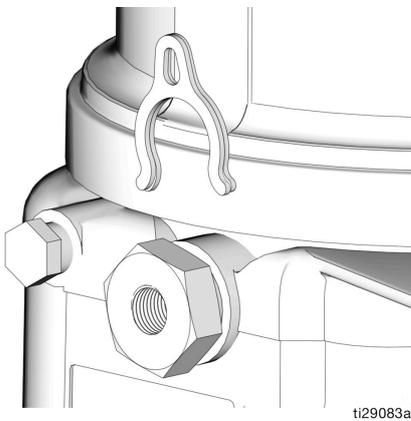

ABB. 18
2. Lösen Sie das Pumpenelement mit einem entgegen den Uhrzeigersinn gedrehten Maulschlüssel. Entfernen Sie dabei nicht das gesamte Pumpenelement. Ziehen Sie das Pumpenelement nur so weit heraus, um das Distanzstück aufsetzen oder abnehmen zu können (ABB. 18).
Das Pumpenfördervolumen wird ohne bzw. 1 oder 2 Distanzstücken eingestellt (ABB. 18).